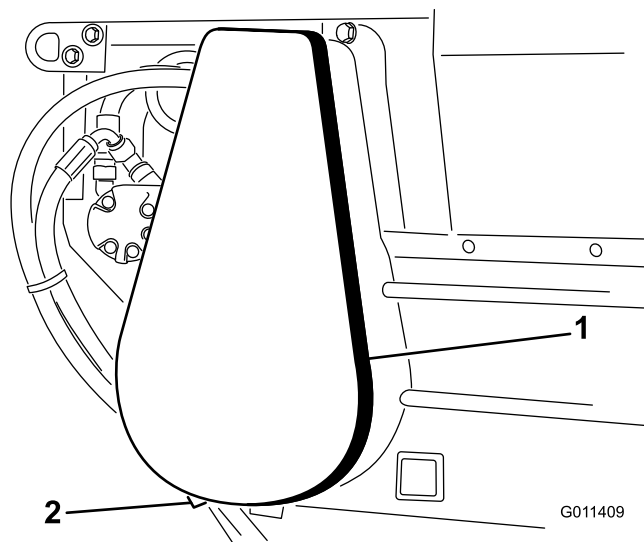

Figura 29
1. Togliete il gruppo coperchio della catena e il distanziale (Figura 29).